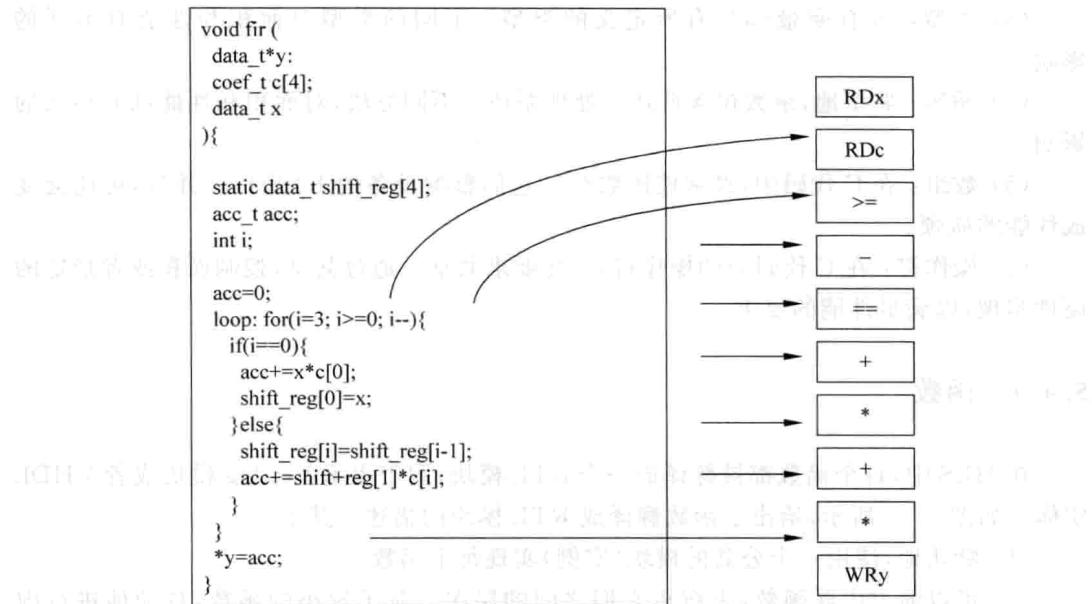

图 5.15 从 C 代码中提取操作的过程
(1) 默认地，使用一个公共的模块(实例)实现每个函数。
(2) 可以通过内联函数，来解析它们之间的层次。对于较小的函数，自动地进行内联。图 5.15 给出了从 C 代码中提取操作的过程。